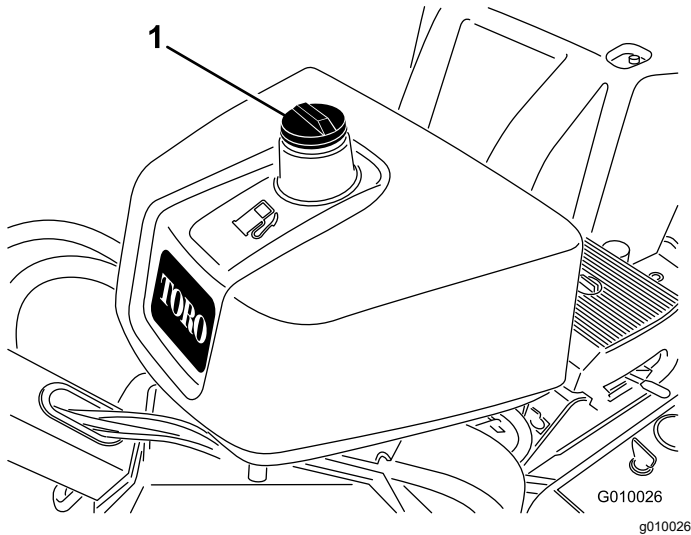

Figura 15
2. Limpie alrededor del tapón del depósito de combustible y retírelo (Figura 15).